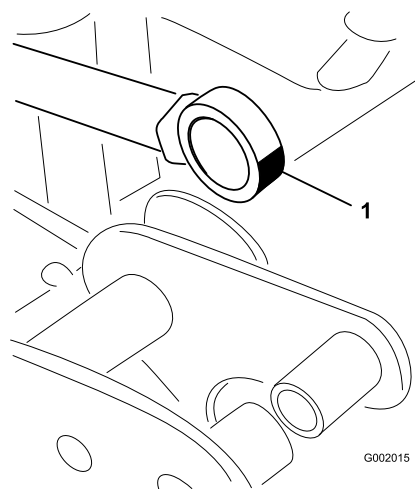

図 70
5. アクチュエータロッドのベアリング端部を動かしながらベアリング内部にグリスを注入する 図 70。